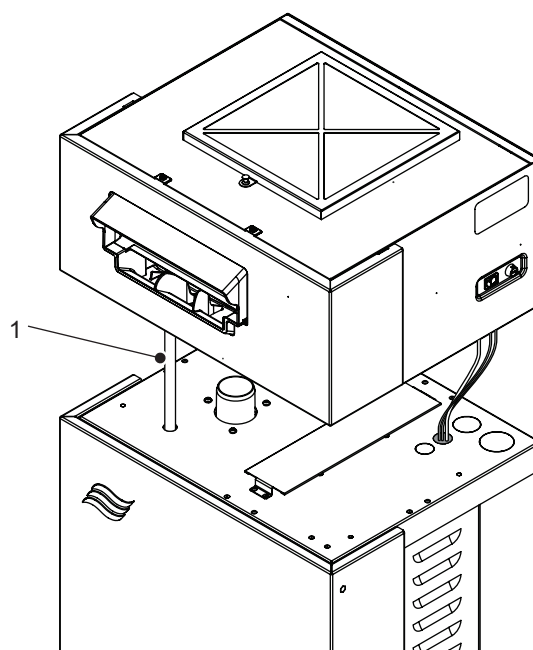

Figure 21 : Raccordement du tuyau de condensat à l'unité de ventilation
- e. Former un siphon (boucle de tuyau) avec un diamètre de 150 mm dans le tuyau de condensat $\varnothing 8/12$ mm et remplir le siphon avec l'eau. Passer le tuyau de condensat à travers l'orifice poinçonné sur le dessus de l'humidificateur– voir Figure 21 sur la page 37. Raccorder tuyau de condensat sur l'orifice de condensat de l'unité de ventilation à l'aide d'un collier à ressort fourni. Vérifier que le tuyau de condensat n'est pas repliés.